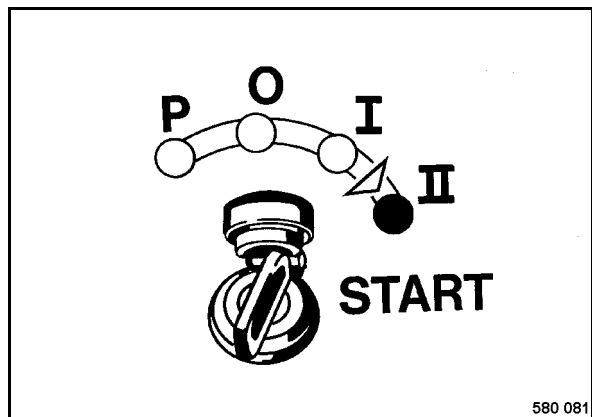

fig. 37
- Tourner la clé de contact sur position "II" (fig. 37) ; le démarreur vire le moteur.